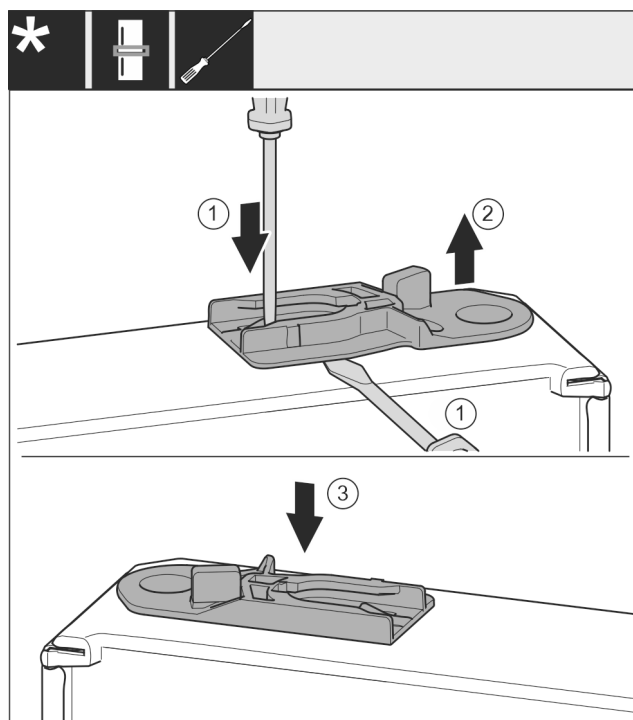

Fig. 34
▶ Führungsbuchse herausziehen: Lasche Fig. 34 (1) mit Schlitzschraubendreher drücken und gleichzeitig mit Schlitzschraubendreher unter Führungsbuchse Fig. 34 (2) fahren.
▶ Im Lieferumfang beiliegende Führungsbuchse Fig. 34 (3) auf anderer Gehäusesseite einschieben.